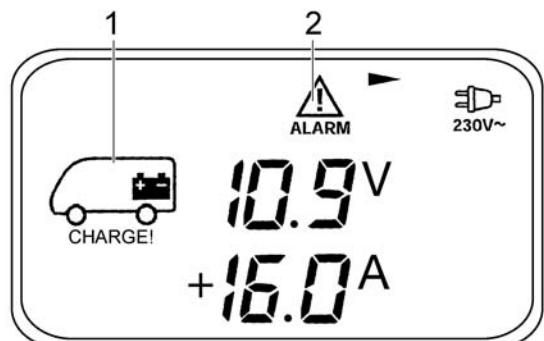

Fig. 121 Menu Batteria (batteria dell'abitacolo)
- Premere il tasto (Fig. 118,2): appare il menu Batteria (Fig. 121).
- Tensione (V), corrente di carica (+A) e corrente di scarica (-A) della batteria dell'abitacolo (Fig. 121,1)
- Tensione (V) della batteria di avviamento (pagina di menu 2)
Il menu Batteria appare e i simboli (Fig. 121,1 e 2) iniziano a lampeggiare non appena la tensione della batteria dell'abitacolo scende al di sotto di 11 V (misurazione durante il normale esercizio) con conseguente rischio che la batteria si scarichi troppo. Lampeggia inoltre l'indicazione della tensione.